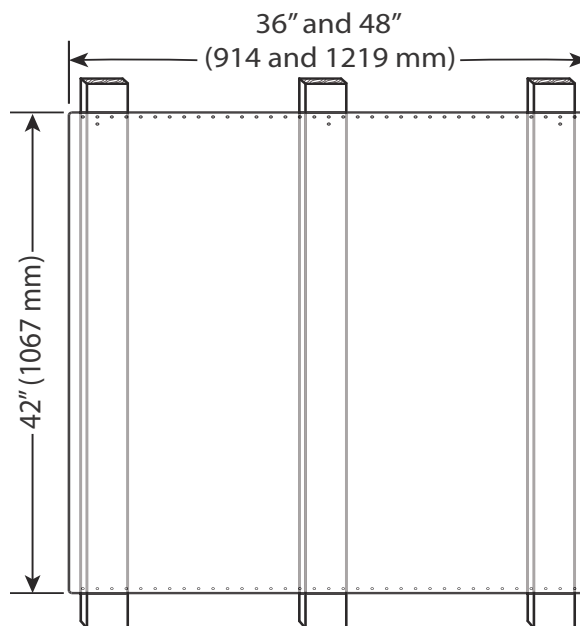

Figura 20: Instalación de la consola trasera
3. Utilice dos de los tornillos proporcionados para fijar las partes inferior y superior de la consola trasera de protección a cada travesaño de pared (vea la *Figura 20*).